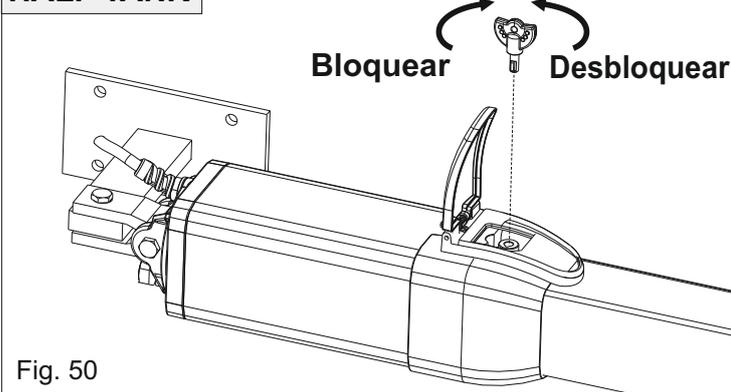
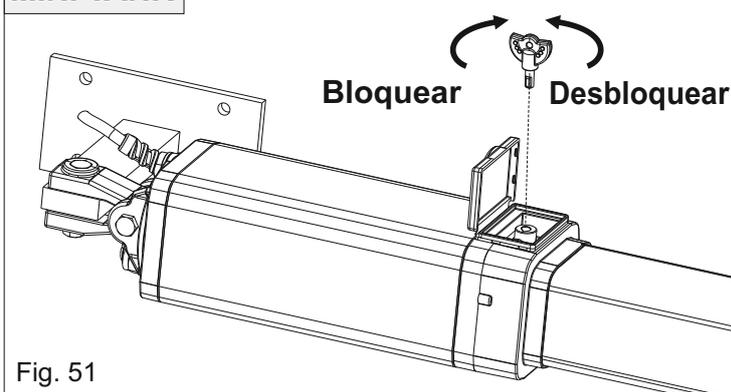

Fig. 50
Fig. 51
- 1) Desbloquear el operador manteniéndolo en horizontal (desbloquear según Fig. 49 e Fig. 50)
- 1) Desbloquear el operador (según el procedimiento de desbloqueo en Fig. 49 y Fig. 50)
- Insertar la llave especial de desbloqueo y girarla de 180 grados en sentido antihorario (Fig. 50 y Fig. 51)
- Insertar la llave especial de desbloqueo y girarla en sentido horario hasta que se cierre (Fig. 50 y Fig. 51)